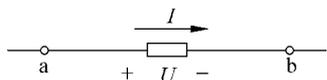

图 1-5 电压电流关联参考方向
**关联参考方向:** 一段电路或一个元件上电压参考方向的选择是任意的, 与电流的参考方向选择无关。为了分析计算方便, 在外电路中, 常将电流和电压的参考方向选择为一致, 这种方式的参考方向称为关联参考方向, 如图 1-5 所示。